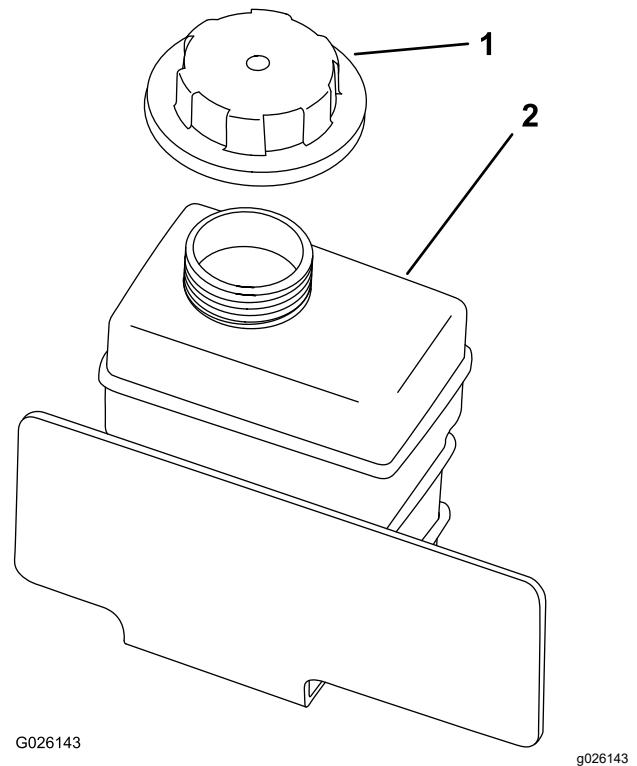

Figura 56
8. Encha lentamente o depósito de reserva de líquido de arrefecimento até que o nível atinja a parte inferior do tubo de enchimento (Figura 56).
9. Coloque o tampão do depósito secundário (Figura 56).